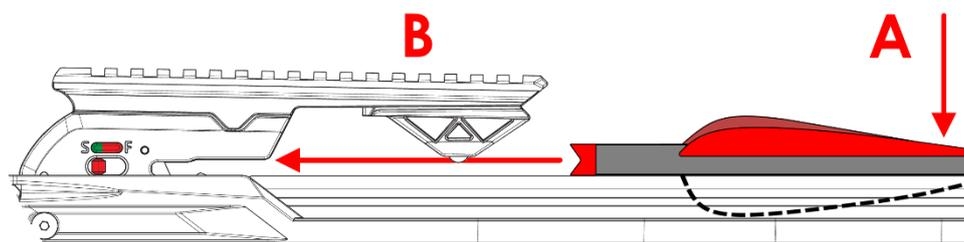

Рис.20
3. Уложите стрелу ведущим пером в паз направляющей (A) арбалета и задвиньте ее под прижимную планку в спусковой механизм до самого упора (B) (Рис.20).